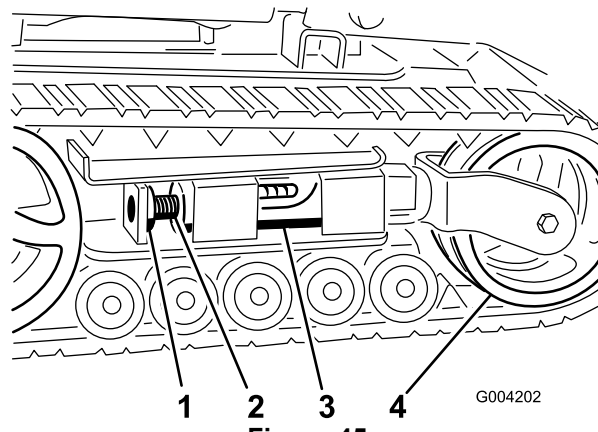
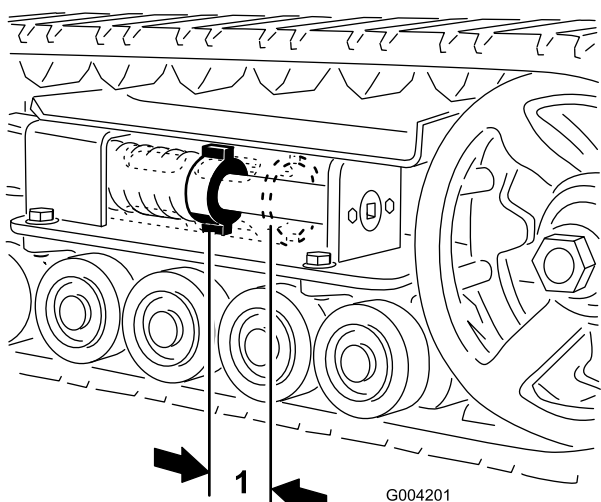
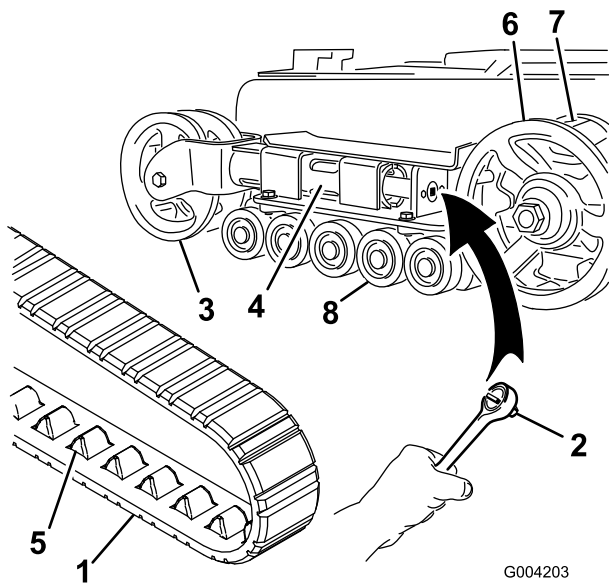
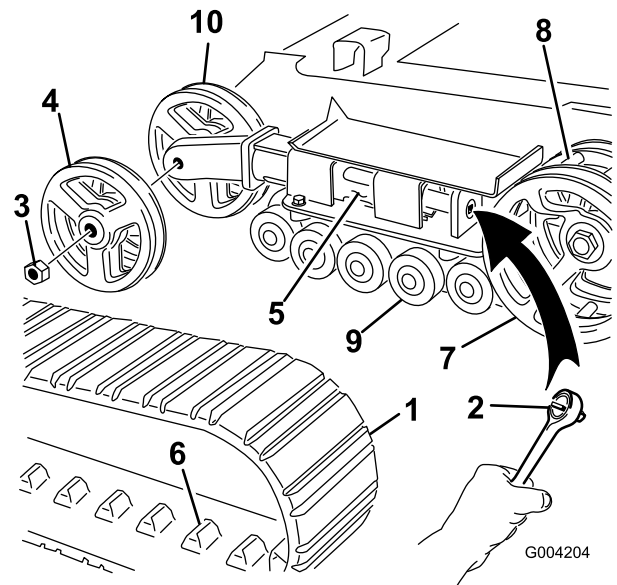

Figure 45
Figure 44
Figure 46
Figure 47
L'écrou de tension et l'arrière du tube de tension doivent être distants de 7 cm (Figure 44). Si ce n'est pas le cas, réglez la tension des chenilles comme suit :
3. Enlevez le boulon et l'écrou de blocage (Figure 45).
4. À l'aide d'un entraînement carré de 13 mm (1/2"), (Figure 46), tournez la vis de tension dans le sens antihoraire jusqu'à obtention d'un espacement de 7 cm entre l'écrou de tension et l'arrière du tube de tension (Figure 44).
5. Alignez l'encoche la plus proche dans la vis de tension avec le trou du boulon de blocage et fixez la vis avec le boulon et l'écrou de blocage (Figure 45).
4. À l'aide d'un entraînement carré de 13 mm (1/2"), tournez la vis de tension dans le sens horaire pour détendre la transmission (Figure 45 et Figure 46).
4. À l'aide d'un entraînement carré de 13 mm (1/2"), tournez la vis de tension dans le sens horaire pour détendre la transmission (Figure 45 et Figure 47).
5. Poussez la roue de tension vers l'arrière de la machine pour appuyer le tube de fourche contre le châssis (Figure 46). (S'il ne touche pas le châssis, continuez de tourner la vis de tension jusqu'à ce qu'il le touche).
7. Lorsque la chenille est déchaussée, retirez-la du pignon d'entraînement et des galets de roulement (Figure 46).
8. Pour installer la chenille neuve, commencez par l'enrouler autour du barbotin, en veillant à ce que les crampons s'engagent correctement entre les entretoises du barbotin (Figure 46).
9. Poussez la chenille sous et entre les galets de roulement (Figure 46).
11. Tournez la vis de tension dans le sens antihoraire, de manière à obtenir un écartement de 7 cm entre l'écrou de tension et l'arrière du tube de fourche (Figure 44).
5. Poussez la roue de tension vers l'arrière de la machine pour appuyer le tube de tension contre le châssis (Figure 47). (S'il ne touche pas le châssis, continuez de tourner la vis de tension jusqu'à ce qu'il le touche).
6. Retirez l'écrou de fixation de la roue de tension extérieure et déposez la roue (Figure 47).
7. Déposez la chenille (Figure 47).
8. Retirez l'écrou de fixation de la roue de tension intérieure et déposez la roue (Figure 47).
12. Posez la roue de tension intérieure et fixez-la avec l'écrou retiré précédemment (Figure 47).
14. Posez la chenille neuve en prenant soin que les crampons s'engagent entre les entretoises au centre du barbotin (Figure 47).
15. Posez la roue de tension extérieure et fixez-la avec l'écrou retiré précédemment (Figure 47).
17. Tournez la vis de tension dans le sens anti-horaire, de manière à obtenir un écartement de 7 cm entre l'écrou de tension et l'arrière du tube de tension (Figure 44).